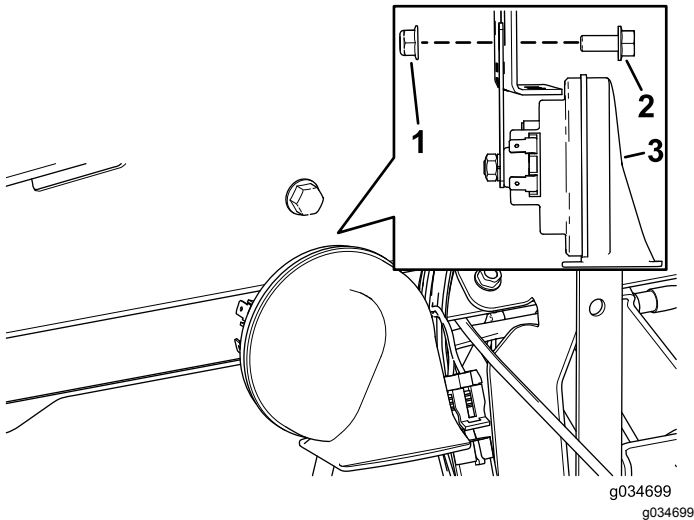

图 3
- 2. 如图 3 所示用六角头螺丝 5/16 x ¾ 英寸和凸缘螺母 5/16 英寸将 48V 喇叭总成安装到仪表板支架现有的孔中
**注意** 喇叭总成上的支架和凸缘螺母 5/16 英寸位于仪表板支架内侧 图 3。